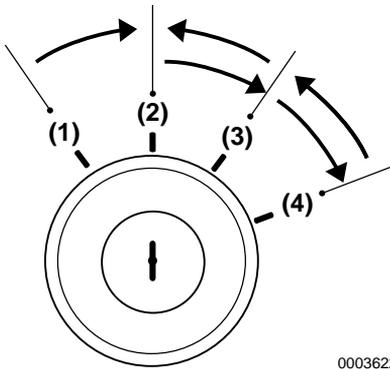

Figure 1
5. Tournez le commutateur à clé sur la position ON (**Figure 1, (3)**). Assurez-vous, au tableau de bord, que les voyants s'allument et que le vibreur sonne. Cela indique que les voyants et alarmes fonctionnent correctement.
6. Tournez le commutateur à clé sur la position START (**Figure 1, (4)**). Relâchez l'interrupteur à clef lorsque le moteur a démarré. **AVIS:** Ne tenez JAMAIS la clé en position START pendant plus de 15 secondes afin d'éviter la surchauffe du démarreur.